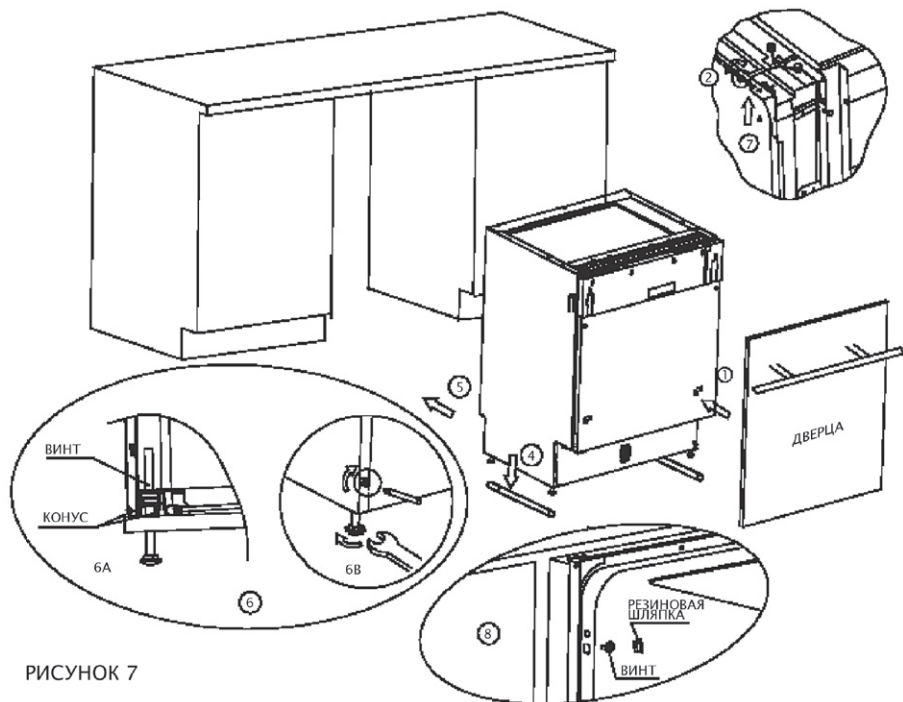

РИСУНОК 7
2. Отрегулируйте левую и правую петли, используя ключ, входящий в комплектацию машины. (рис. 7, зарисовка 2) Не правильное крепление может повредить машину.
6. Установите машину на скользящие рельсы (рис.7, зарисовка 4).
9. Выровняйте машину. Задние ножки можно регулировать винтами, расположенными спереди. (рис 7., зарисовка 6А). С помощью ключа отрегулируйте передние ножки (рис. 7, зарисовка 6В).
- А. Если у Вас столешница из дерева или ДСП, прикрутите машину к ней шурупами по дереву, будьте осторожны, вес машины может вырвать шурупы из дерева (рис.7, зарисовка 7).
В. Если у Вас мраморная или гранитовая столешница используйте скобы, чтобы прикрепить машину к стенам соседней мебели, при этом необходимо закрыть винты резиновыми шляпками, чтобы не повредить столешницу (рис. 7, зарисовка 8). Посудомоечная машина должна быть выровнена, чтобы нормально функционировать.